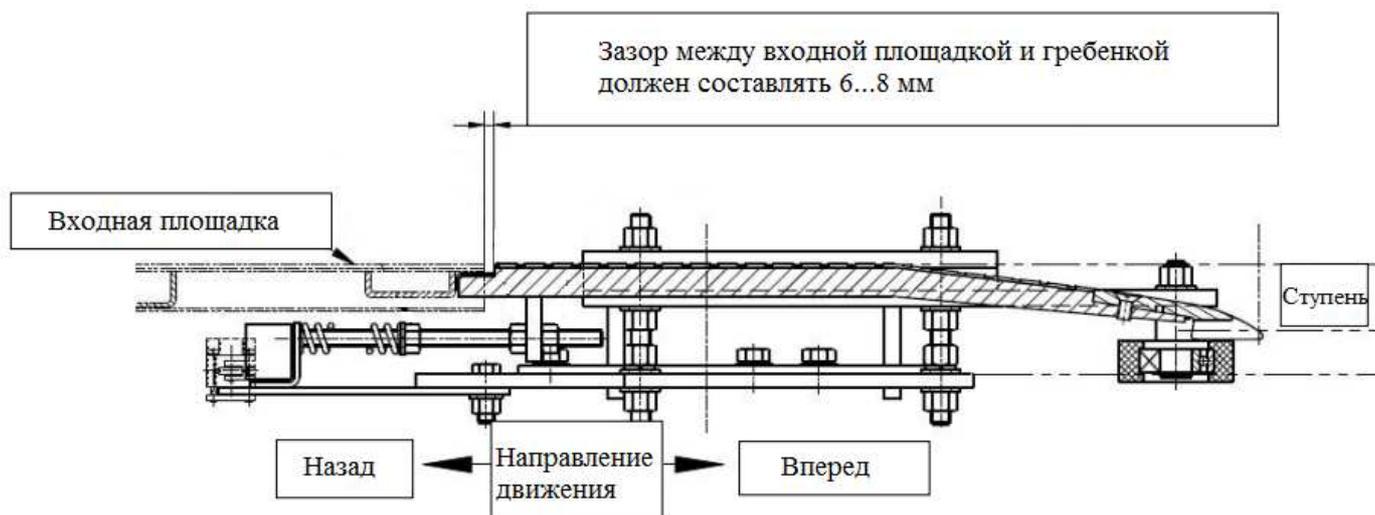

Рисунок 1.34 – Регулировка входной площадки.
- 2) Медленно перемещайте площадку (рис. 1.34), закручивая регулировочную гайку (регулировка происходит одновременно с обеих сторон) ;